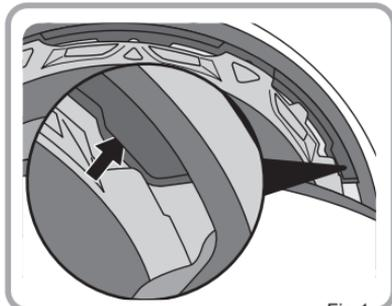

Fig.1
1. Insérez la triplure dans les zones temporales comme montré sur la Fig.1.